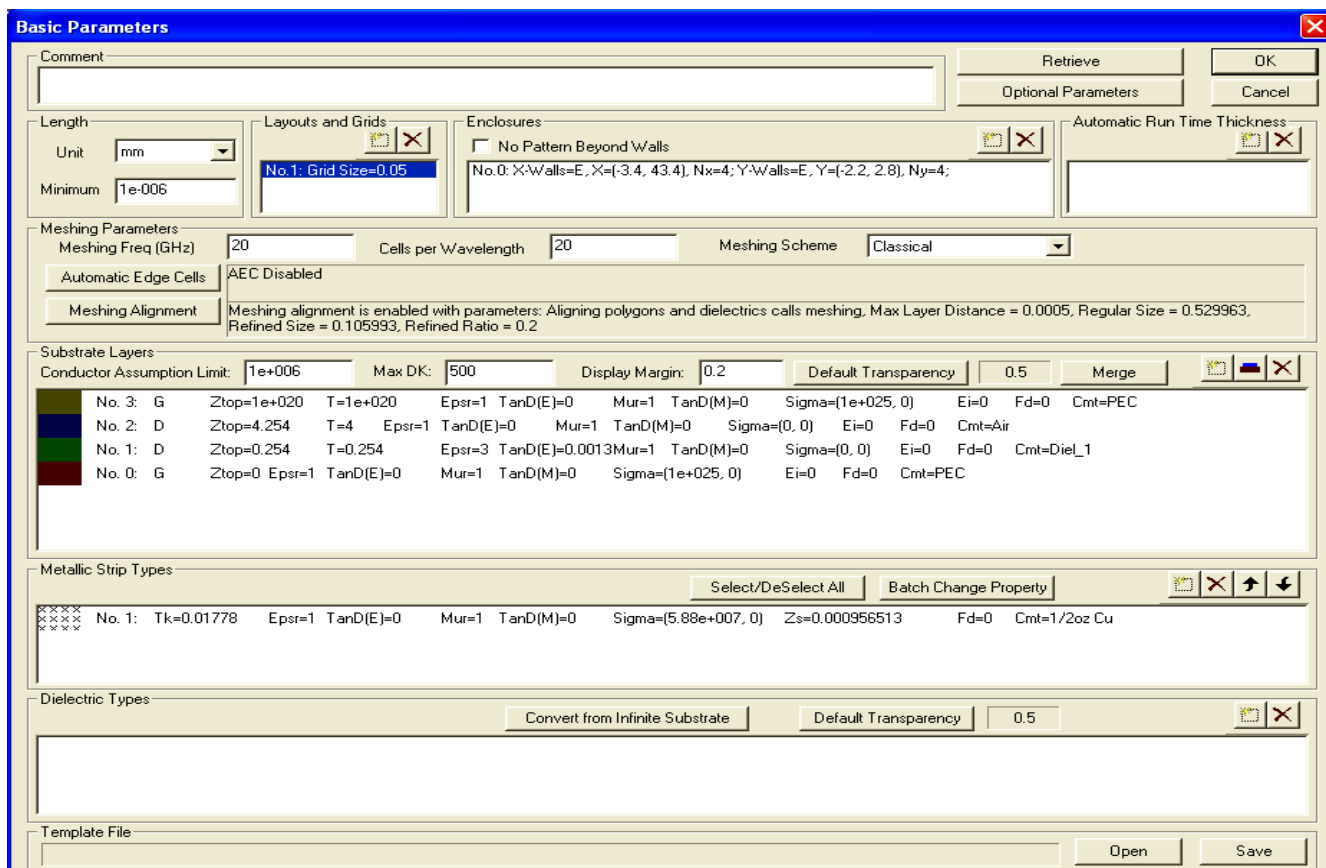

Рис. 28
2. Окно базовых параметров показано на рис. 28, а отредактированная структура – на рис. 26.
3. Обратите внимание, в Microwave Office мы не определили материал верхней крышки (слой No. 3 на рис. 28). Поэтому он в IE3D определён по умолчанию.